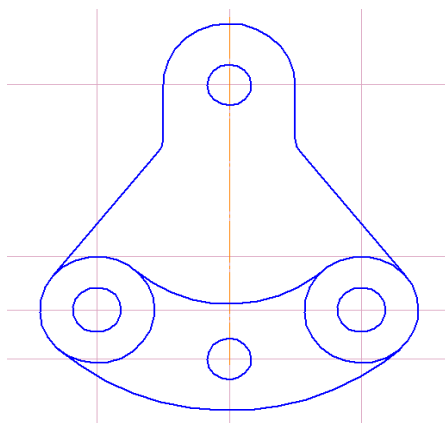

Рисунок 3.16 – Создание вспомогательных линий
17. Для построения треугольника в центре детали прочертите вспомогательные осевые линии с помощью **Параллельной прямой** (на 26 мм выше вспомогательной линии, находящейся в центре окружностей диаметром 52мм (рисунок 3.16)).